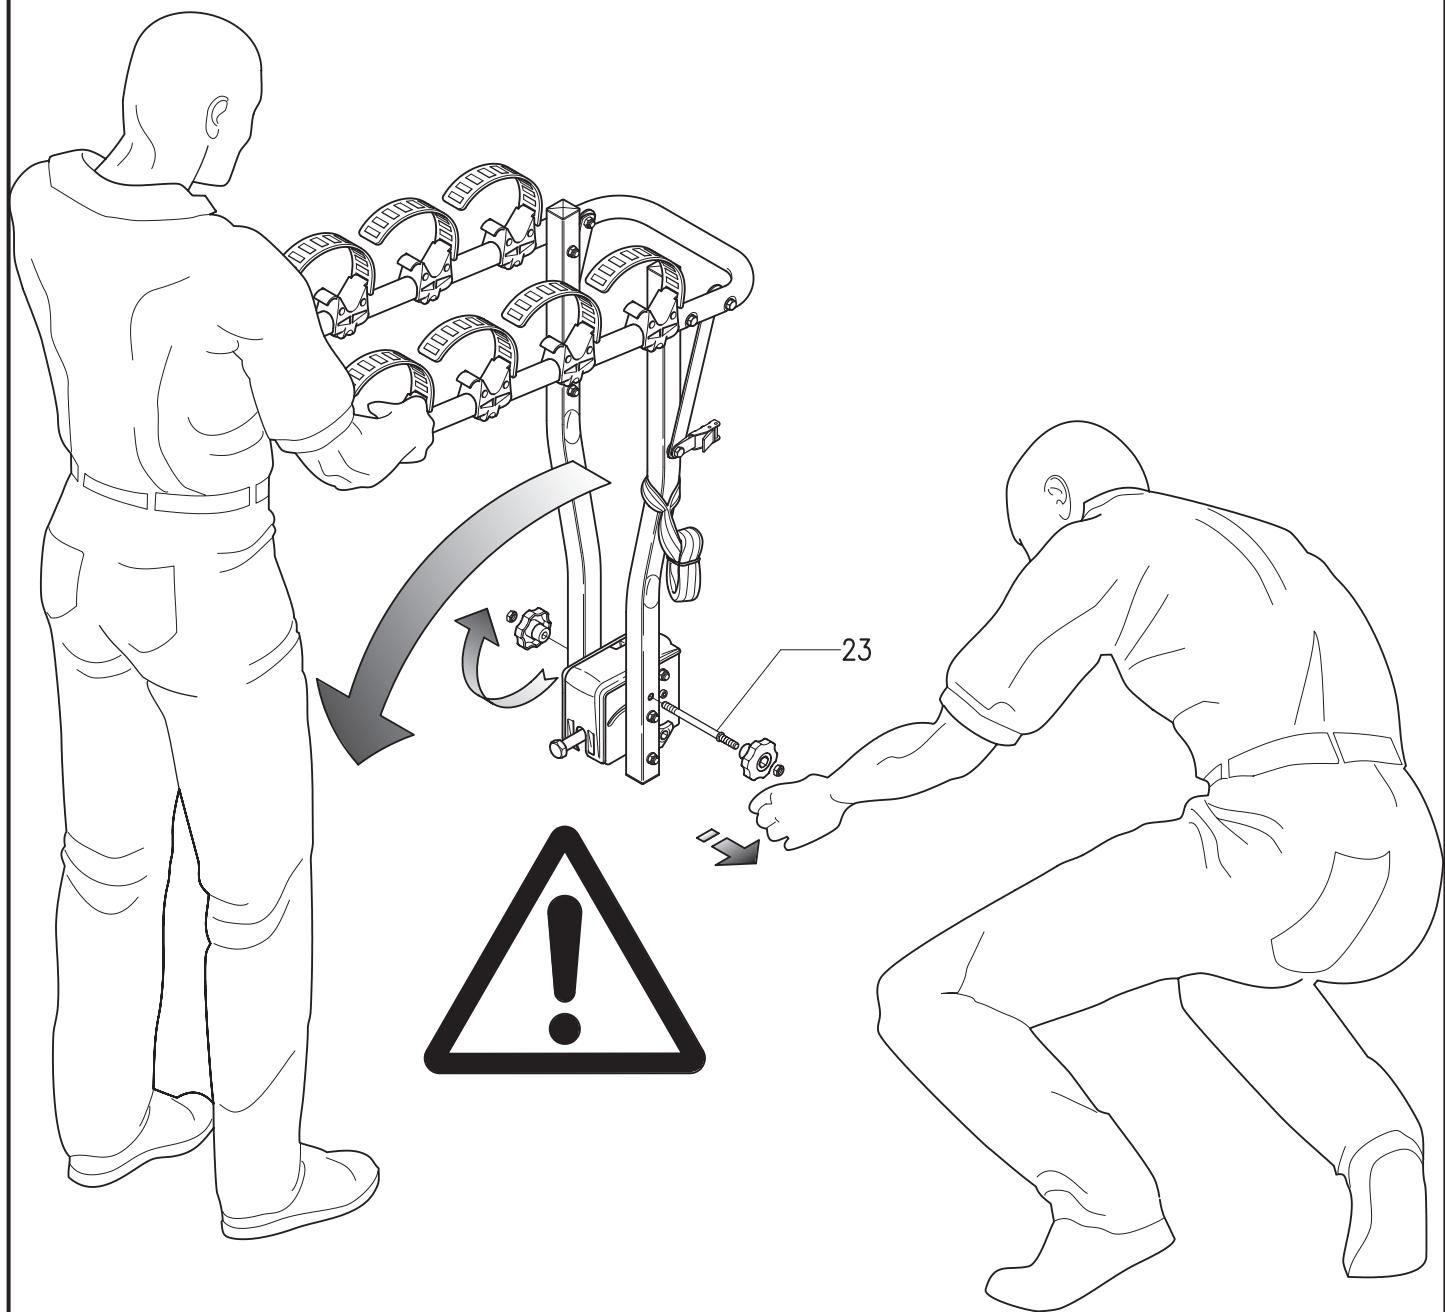

Fig. F1
- 9) Clean the parts of the bodywork that will be in contact with the straps of the bike carrier, insert the hooks of the lashing straps 9B between the hatch and the car frame (Fig.F1), then thread the straps through the buckles 9A ensuring that they are inserted correctly (Fig. G1).
- 9) Die Teile der Karosserie säubern, die mit den Riemen des Fahrradträgers in Berührung kommen, die Haken in die Riemen 9B an den Rändern der Autoheckklappe einfügen (Fig.F1), dann die Riemen in die Schnallen 9A einführen, wobei auf die korrekte Eintrittsrichtung zu achten ist (Abb. G1). Wichtig: Prüfen Sie durch heftiges Ziehen, ob die Riemen halten. Kontrollieren Sie bei Antritt der Fahrt und während der Fahrpausen die Riemenspannung.
- 9) Nettoyer les parties de la carrosserie qui seront en contact avec les sangles du porte-vélo, introduisez les crochets des sangles 9B sur les bords du hayon du véhicule (Fig.F1), puis introduisez les sangles dans les boucles 9A en respectant le sens d'entrée (Fig. G1).